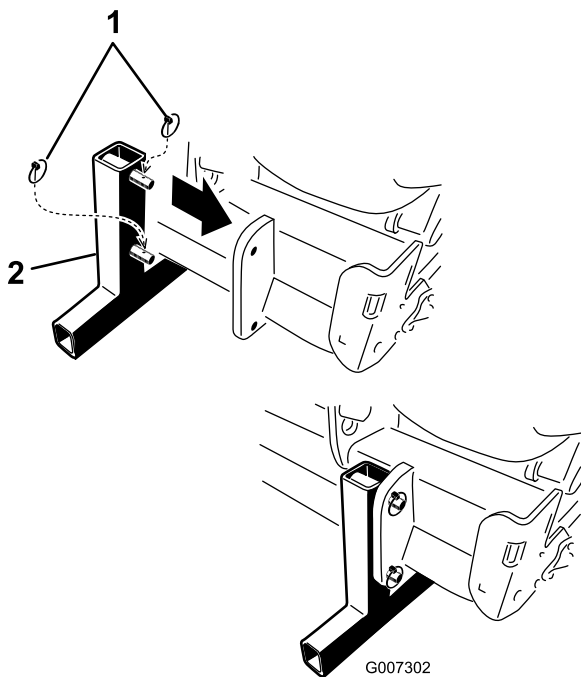

Рисунок 43
5. Установите подставки для хранения и прикрепите их к аэратору шпалентами (Рисунок 43).